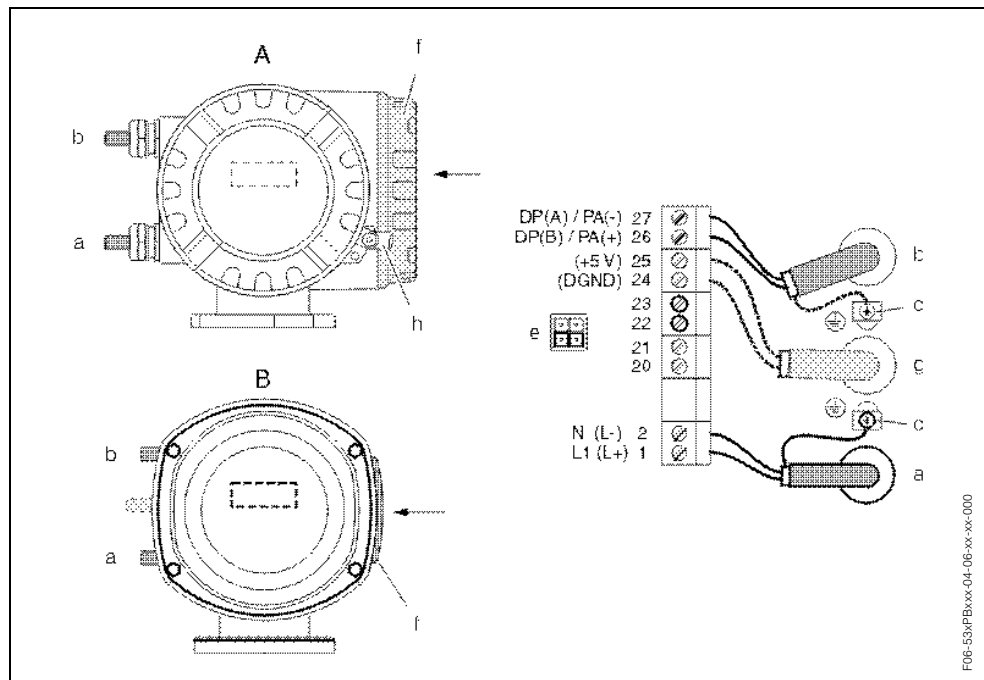
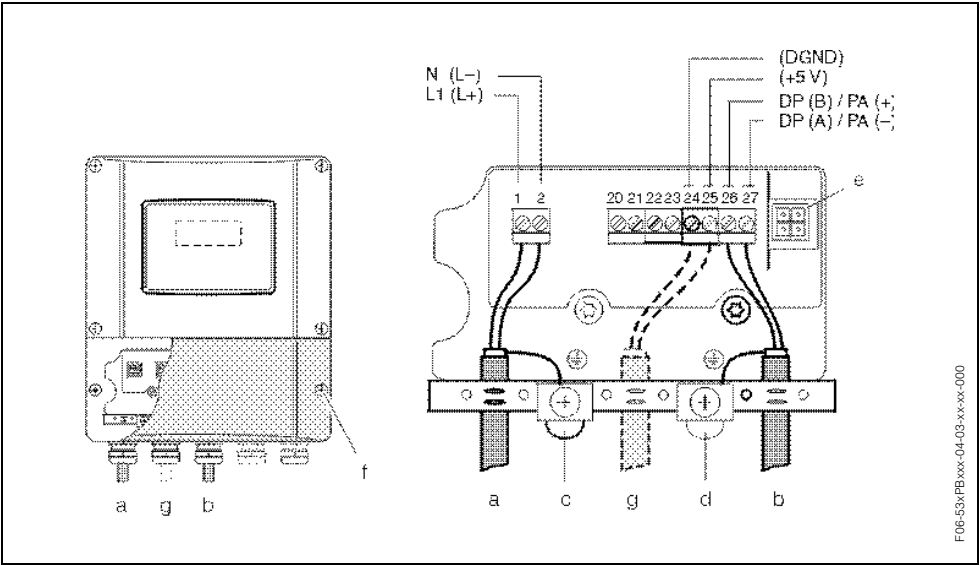

Fig. 33: Conexión del transmisor (cabezal de campo), sección trans. del conductor del cable: máx. 2.5 mm²
Fig. 34: Conexión del transmisor (cabezal para montaje mural), sección trans. del conductor del cable: max. 2.5 mm²
Procedimiento → Fig. 33, Fig. 34:
- Esquema de conexiones (en el caso de cab. de aluminio y acero inox.) → Fig. 33
- Esquema de conexiones (en el caso de un cab. para montaje mural) → Fig. 34